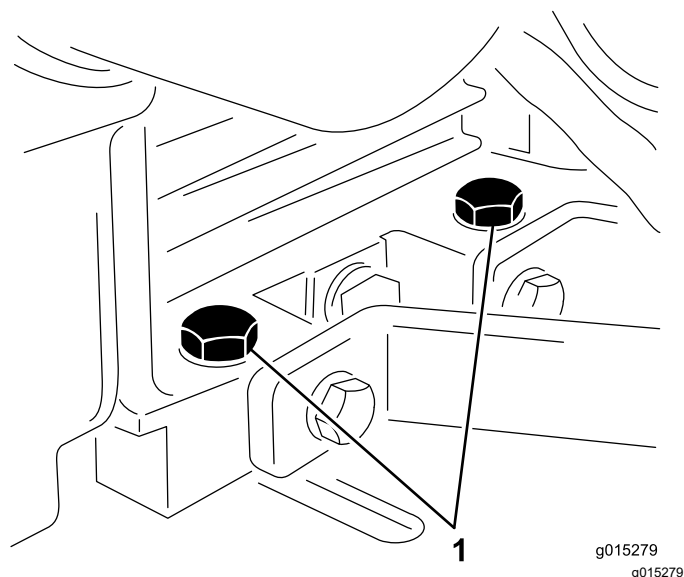

Figura 21
2. Afloje los pernos de montaje del motor (Figura 21).